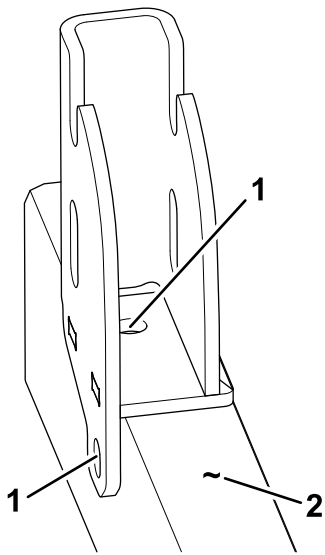

Bild 3
2. Benutzen Sie die Halterung des Stützgriffs als Schablone und zeichnen Sie die Löcher auf der Rahmenschiene an (**Bild 3**).
3. Bohren Sie an den markierten Stellen Löcher mit einem Bohrer (9/32 Zoll), wie in Bild 3 dargestellt.